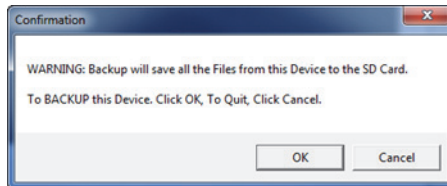

Abbildung 6-31 Dialogfeld Confirmation zur Bestätigung der Sicherheitskopie
5. Klicken Sie dann im eingblendeten Dialogfeld **Confirmation** (siehe Abbildung 6-31 auf Seite 354) auf **OK**, um die Sicherheitskopie zu starten.